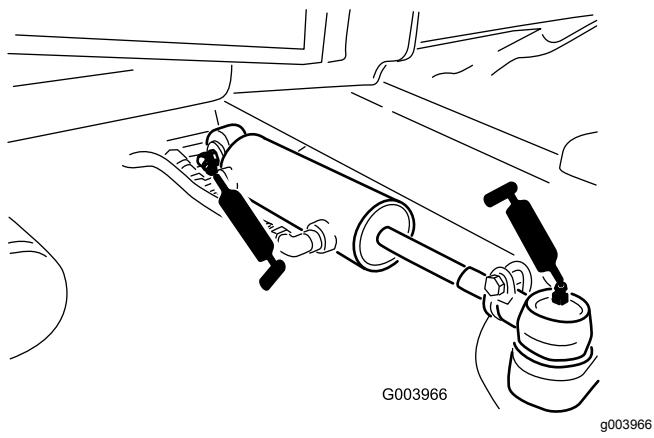

Bild 44
- Lenkzylinder-Kugelgelenke (2) (Bild 44)